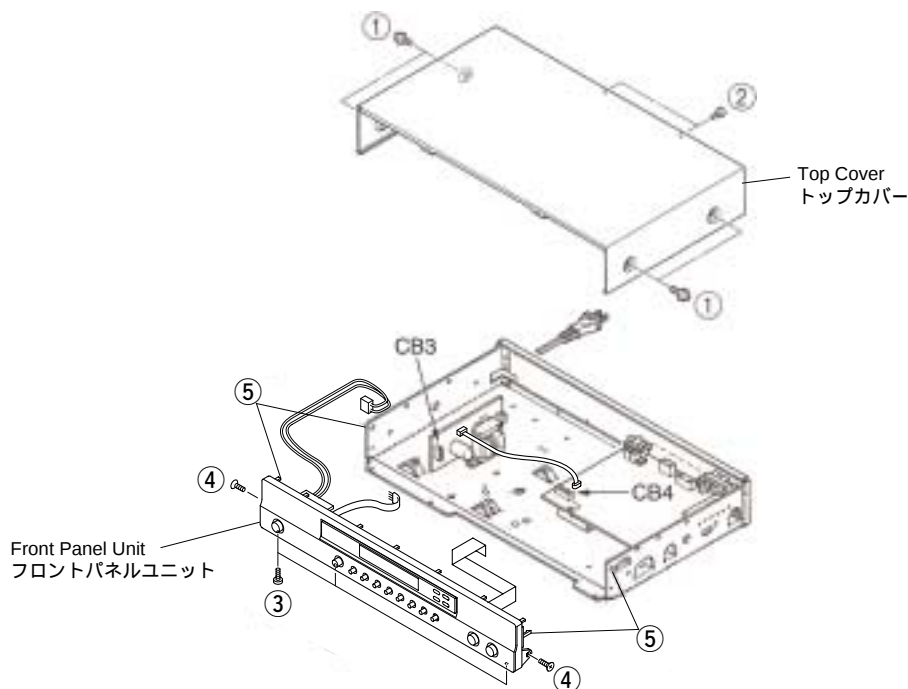

Fig. 1
- a. Remove 4 screws (①) and 2 screws (②). (Fig. 1.)
- b. Slide the Top Cover rearward to remove it. (Fig. 1.)
- a. Disconnect the connectors (CB3 and CB4). (Fig. 1.)
- b. Remove 3 screws (③). (Fig. 1.)
- Screws (③) are identified with arrow marks (⇐).
- c. Remove 2 screws (④). (Fig. 1.)
- d. Unhook at 2 place (⑤). (Fig. 1.)
- e. Remove the Front Panel Unit. (Fig. 1.)
- a. ①のネジ4本、②のネジ2本を外します。 (Fig. 1.)
- b. トップカバーを後方へスライドさせ取り外します。 (Fig. 1.)
- a. CB3とCB4をコネクタから抜きます。 (Fig. 1.)
- b. ③のネジを3本外します。 (Fig. 1.)
- ③のネジには矢印マーク (⇐) が刻印されています。
- c. ④のネジ2本を外します。 (Fig. 1.)
- d. ⑤のフックを2カ所外します。 (Fig. 1.)
- e. フロントパネルユニットを外します。 (Fig. 1.)